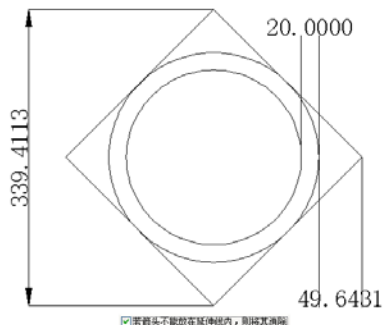

图 9.46 选择【若不能放在延伸线内，则消除箭头】复选框
- **【若不能放在延伸线内，则消除箭头】** 复选框：如果选中该复选框可以抑制箭头显示，如图 9.46 所示。